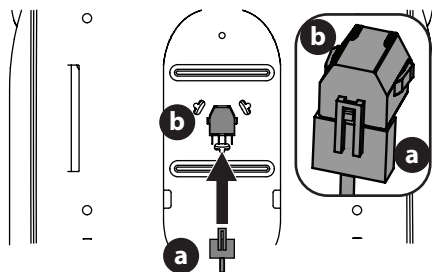

Figure 8
3. Si nécessaire, connectez le faisceau de l'interrupteur du siège (a) à l'interrupteur (b) (Figure 8). Placez l'excédent de fil loin des points de pincement.